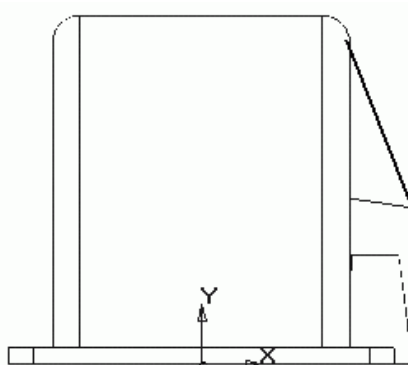

Рис. 3.100. Эскиз ребра жесткости крышки редуктора
10. Создайте ребро жесткости над местом крепления крышки подшипника тихоходного вала. Эскиз ребра разместите в плоскости XY приблизительно так, как показано на рис. 3.100.